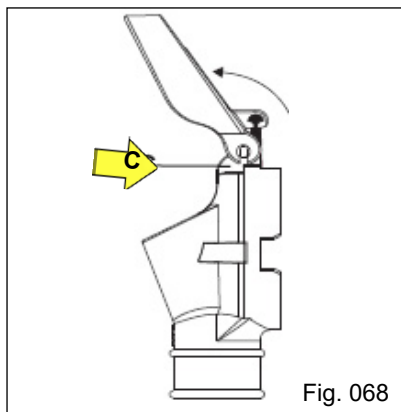
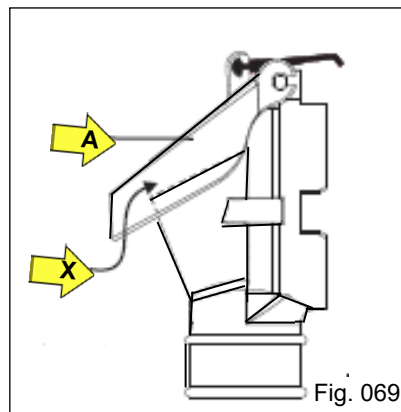

Fig. 068
Fig. 069
b) Introduza a tampa até o final do canal e faça o giro da mesma (Fig. 068), observando a mesma posição nos dois lados dos pinos do bocal. Após gire até o Batente “X” da face superior do bocal (Fig. 069).